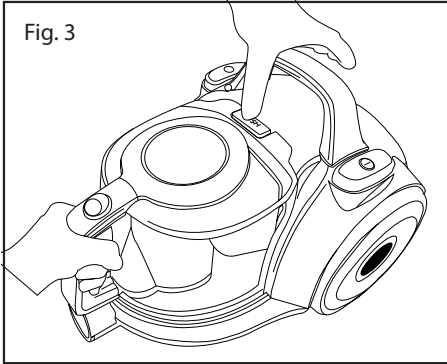

Fig. 4
- Abrir la tapa de vaciado del depósito y verter su contenido en un contenedor de basura apropiado. (Fig.4).